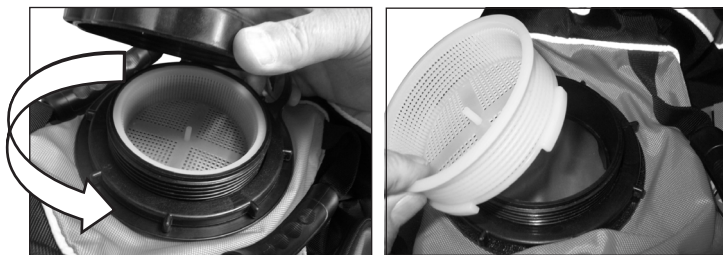

Figura 1.
1. Quite la tapa girándola con la mano en el sentido contrario al de las manecillas del reloj y quite la canasta de filtro. (Vea la Figura 1).